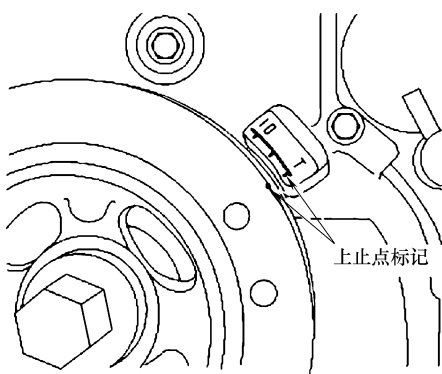

图 19-12 上止点标记识别
- 13) 将发动机设置到上止点位置，上止点标记见图 19-12。